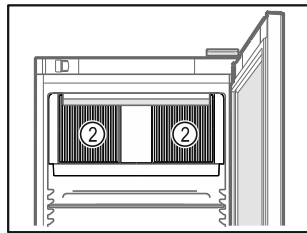

Fig. 57
- ❑ Διατηρείτε ελεύθερες τις σχισμές αερισμού Fig. 57 (2) του ανεμιστήρα στο εσωτερικό.